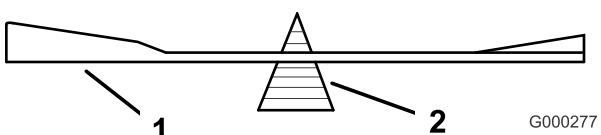
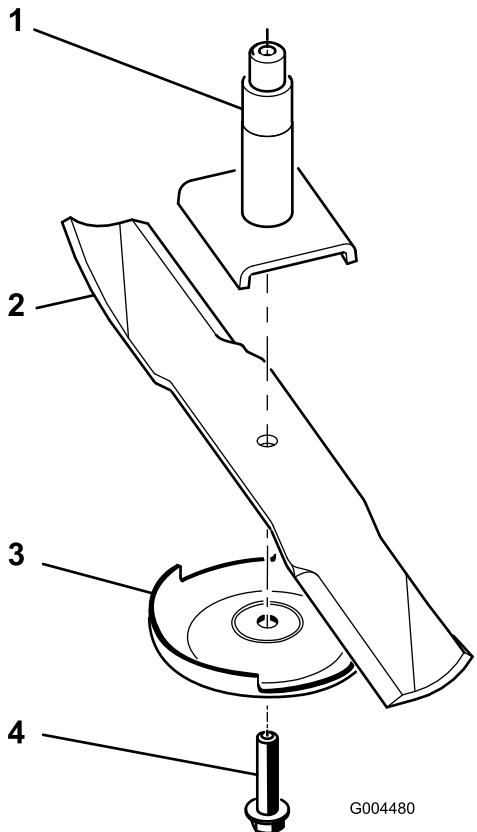

図 75
図 76
2. ブレード・バランサー（図 75）を使ってバランスを調べる。ブレードが水平に停止すればバランスがとれているからそのまま使用してよい。もし傾くようなら、重い方の裏面を少し削って調整する（図 76）。バランスがとれるまで調整する。
2. スピンドルのシャフトからブレード・ボルト、芝削り防止プレート、ブレードを取り外す（図 76）。
1. スピンドル・シャフトにブレードを取り付け（図 76）。
2. 芝削り防止プレートとブレード・ボルトを取り付ける（図 76）。